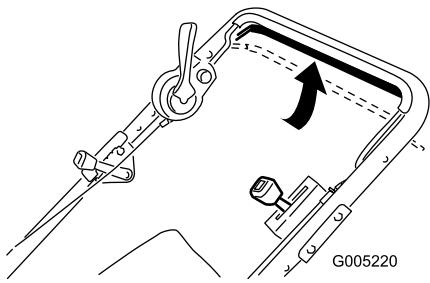

Figure 15
- Serrez la barre de commande de déplacement contre le guidon (Figure 15).